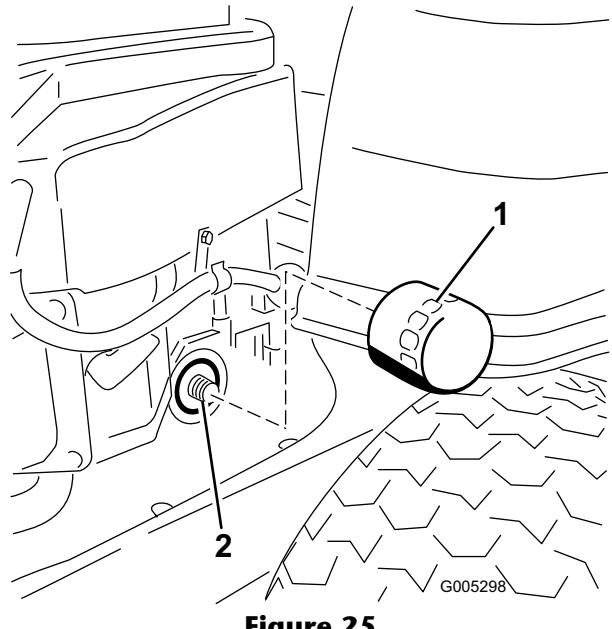

Figure 25
10. Trouvez l'emplacement du filtre à huile du côté droit du moteur. Déposez le filtre à huile usagé et essuyez l'adaptateur du filtre à l'aide d'un chiffon (Figure 25).
12. Posez le filtre à huile de rechange sur l'adaptateur. Tournez le filtre dans le sens horaire jusqu'à ce que le joint soit en appui contre le socle, puis donnez de 3/4 à 1 tour supplémentaire (Figure 25). Essuyez l'excédent d'huile sur le châssis.